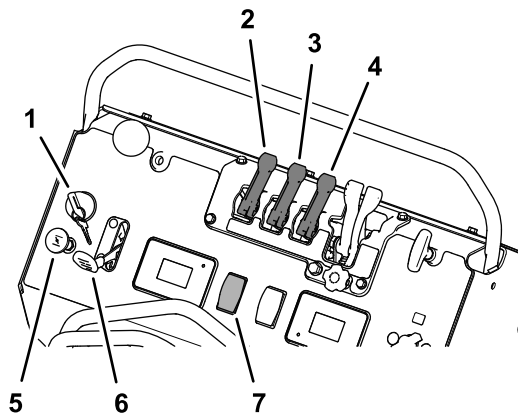

図 63
3. 駐車ブレーキを掛け、ステアリング兼走行レバーをニュートラル位置にし、エンジンを始動する 図 63 エンジンの始動手順 \(ページ 22\) を参照。
4. ポンプスイッチを ON 位置にし、エンジンのスロットルを高速にする 図 63。
5. タンク攪拌レバーを ON 位置とする 図 63。
1. ナロー散布レバーとワイド散布レバーを両方も ON にする 図 63。
6. 散布パターンレバーを 2 つとも OFF とし、ポンプスイッチを OFF とし、エンジンを停止させる 図 63。